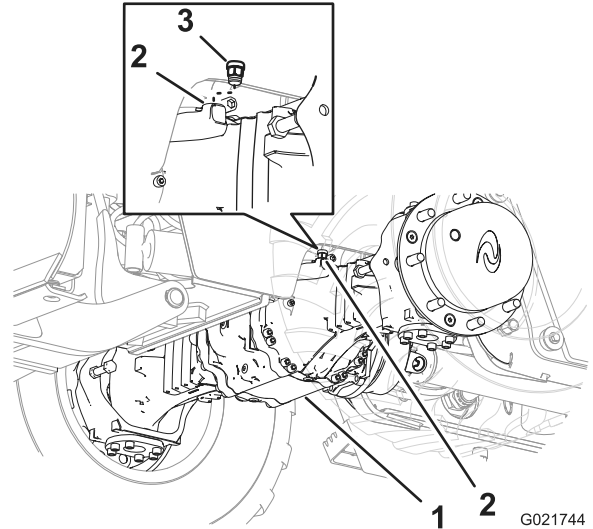
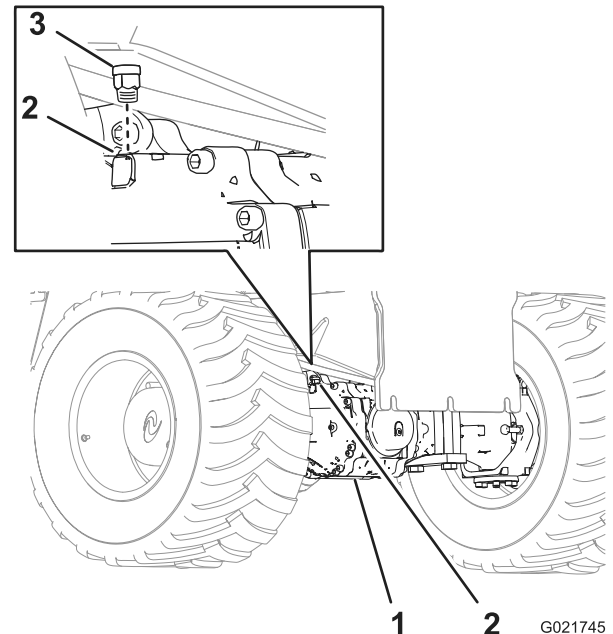

Figura 76
Figura 77
1. Limpie la zona alrededor de los respiradores con un disolvente (Figura 76 y Figura 77).
2. Retire el respiradero del eje delantero (Figura 76).
3. Retire el respiradero del eje trasero (Figura 77).
6. Instale el respiradero del eje delantero (Figura 76).
7. Instale el respiradero del eje trasero (Figura 77).